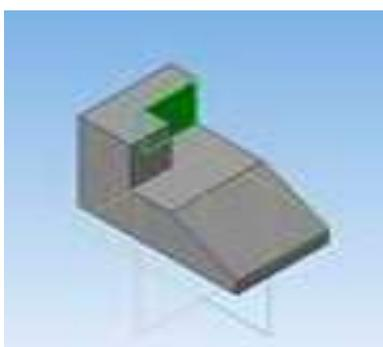

Рисунок 13.28 – Выбор грани
14. Выберите грань (рисунок 13.28).